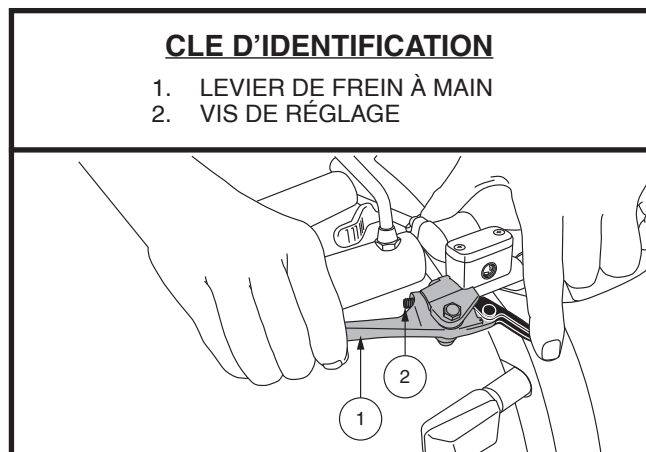

Figure 3. Levier de frein à main
**NOTE:** L'efficacité du frein à main, c'est-à-dire la rapidité avec laquelle la pression sur le levier de frein à main arrêtera votre scooter, peut être modifiée en serrant ou en desserrant la vis de réglage située sur le levier de frein à main. Voir figure 3.